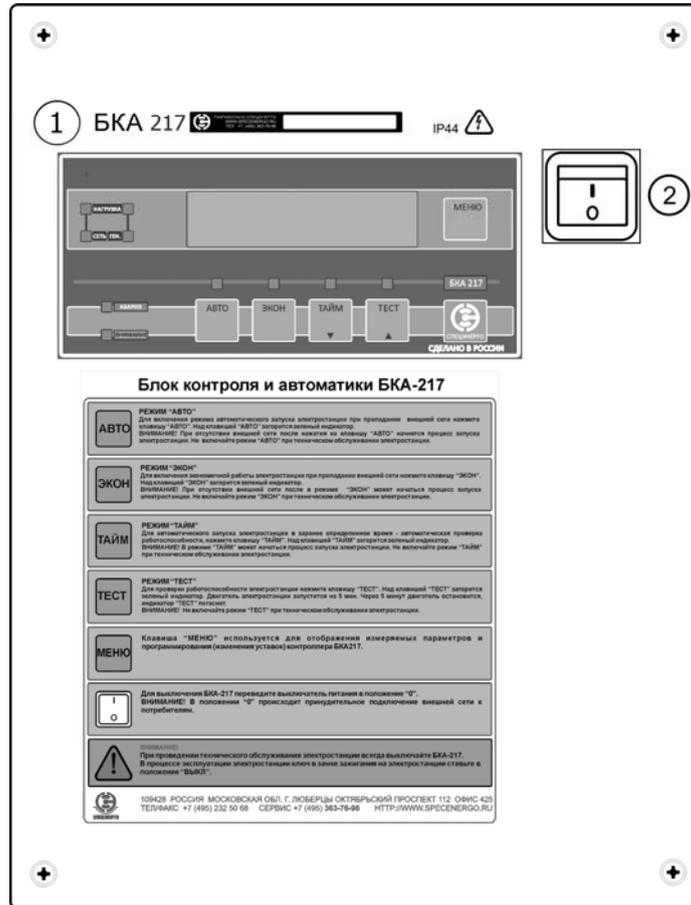

Рисунок 1
1.2.2.2. Расположение органов управления и индикации контроллера управления (поз.1 рис.1) показано на рисунке 2 и таблице 2.